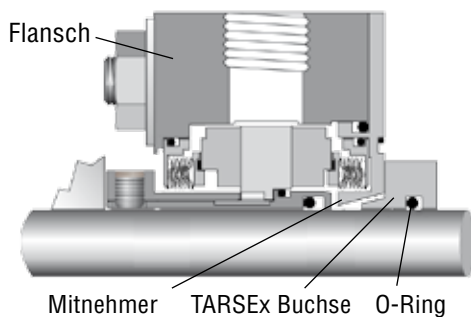

Abbildung 3
- TARSEx-Buchse mit O-Ring an den Mitnehmer positioniert montieren, die Nuten zeigen in Richtung Dichtung. Siehe Abbildung 3.